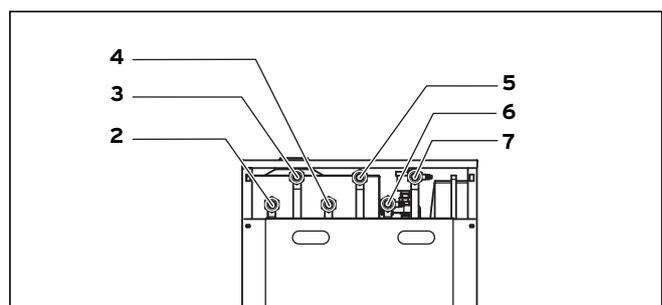

Abb. 5.1 Lage der Anschlüsse
- Schließen Sie den Heizungsanlauf am Heizungsanlauf-Anschluss (6) an, siehe Abbildung 5.1.
- Schließen Sie den Heizungsrücklauf am Heizungsrücklauf-Anschluss (7) an, siehe Abbildung 5.1.
- Schließen Sie den Warmwasseranschluss (WW) (5) an, siehe Abbildung 5.1.
- Schließen Sie den Kaltwasseranschluss (KW) (4) mit den entsprechenden Sicherheitseinrichtungen an, siehe Abbildung 5.1.
Gegebenenfalls kann am Anschluss (2) eine Zirkulationsleitung angeschlossen werden, siehe Abbildung 5.1.